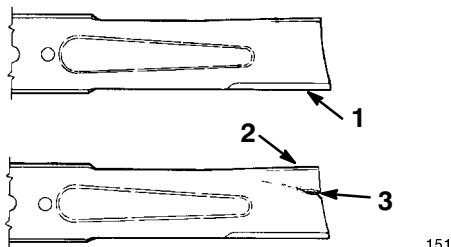

Figure 22
2. Inspectez les arêtes des lames (Fig. 22). Si elles ne sont pas tranchantes ou si elles présentent des indentations, déposez et aiguissez les lames (voir Aiguisage des lames, page 16).
3. Inspectez les lames, surtout la partie incurvée (Fig. 22). Remplacez immédiatement toute lame endommagée, usée ou qui présente une entaille (Fig. 22).